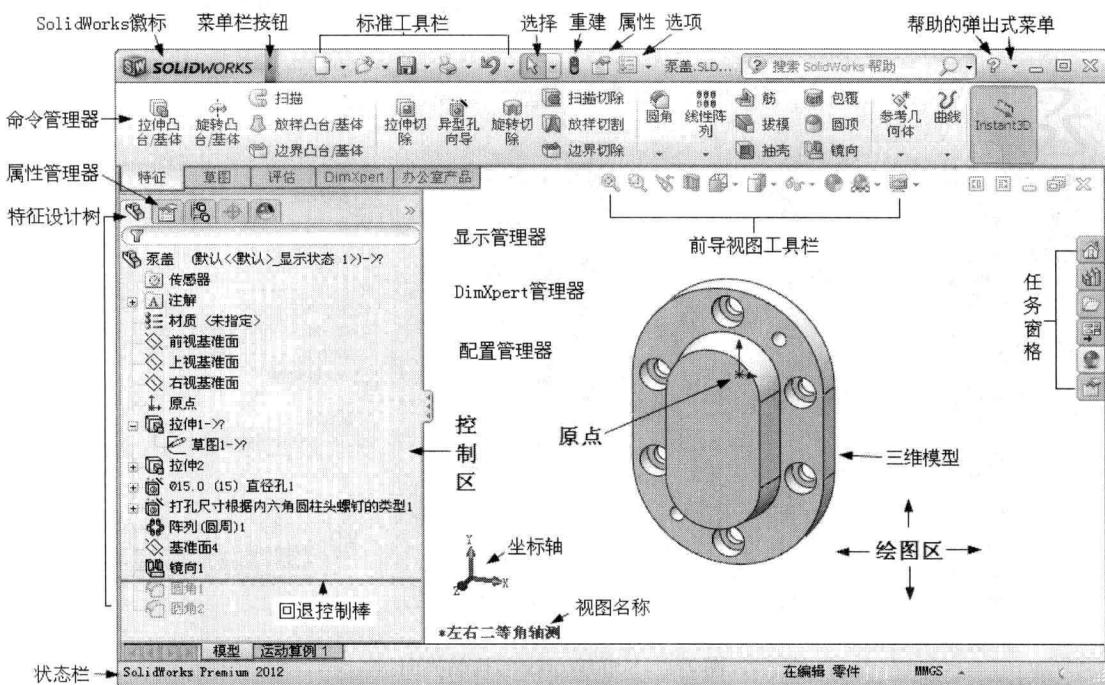
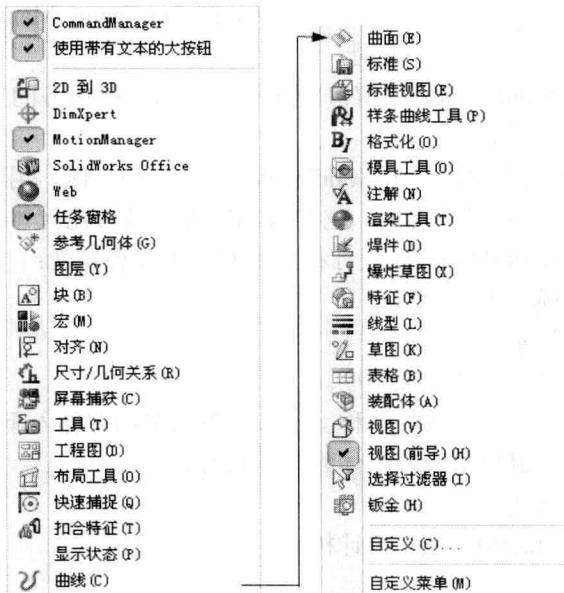

图 1-3 SolidWorks 2012 零件设计模式的用户界面
图 1-4 “工具栏”菜单
SolidWorks 的用户界面与设计模式有关，三种设计模式下用户界面的菜单与工具栏的构成均有所不同。SolidWorks 零件设计模式的用户界面如图 1-3 所示。它包括标题栏、菜单栏、工具栏、状态栏等 Windows 通用界面要素，其工作区域分为图形区和控制区两部分。
(3) 工具栏：工具栏将工具按钮分类集中起来，它是启动命令的一种快捷方式。用户可以直接单击工具栏上的按钮来实现各种功能。图 1-3 中仅打开了部分常用工具栏，用户可通过选择“视图”→“工具栏”菜单或在任何一个工具栏上单击鼠标右键，在系统弹出的“工具栏”快捷菜单上选择要打开的工具栏，如图 1-4 所示。其中显示了所有工具栏的名称，带有复选标记  的工具栏表示该工具栏已经打开。当指针移动到按钮上暂停时，会弹出一个窗口来显示该工具的名称及相应功能，几秒后该窗口会自动消失。